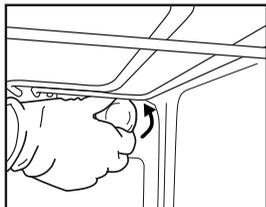
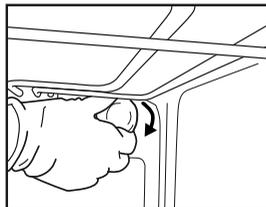

Fig. 6
Fig.7
2. Dévissez le couvercle de l'ampoule (Fig. 6), remplacez l'ampoule par une neuve (consultez la « Remarque » pour en connaître le type), puis revissez le couvercle de l'ampoule (Fig. 7).